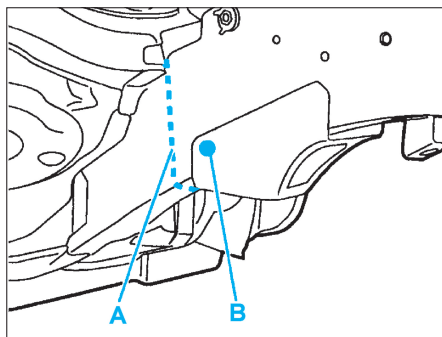

FIG. 25
- Souder par cordons successifs au MIG (suivant A) (Fig.25).